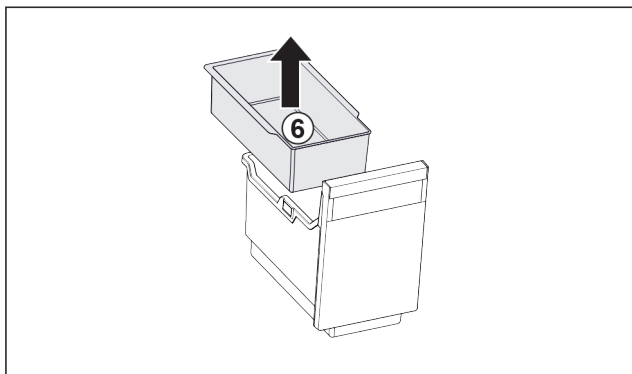

Fig. 30
- ▶ Vyměňte závěsnou misku Fig. 30 (6).